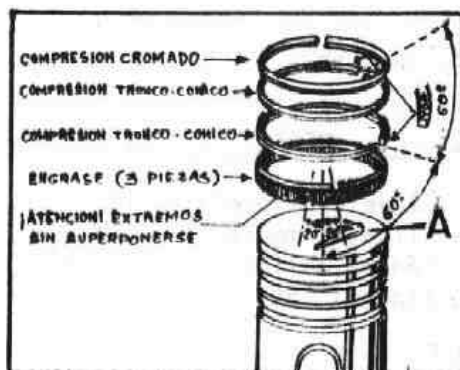

Fig. A1-102 Montaje de segmentos
- 2.1. Colocar los segmentos en la posición indicada en la Fig. A1-102, lubricándolos con aceite de motor.
- 2.2. Lubricar los cilindros abundantemente con aceite de motor. Situar el cigüeñal con dos de las muñequillas en la posición de punto muerto inferior, e introducir en los cilindros los pistones y bielas correspondientes, con el orificio de engrase que disponen las bielas, hacia el árbol de levas y el vértice de la "V" de turbulencia de la cabeza del pistón, también hacia el árbol de levas, A (Fig. A1-102). Para introducir los pistones, se hará uso de una abrazadera de comprimir segmentos.
NOTA: Para el montaje y colocación de los segmentos, ver Fig. A1-102.